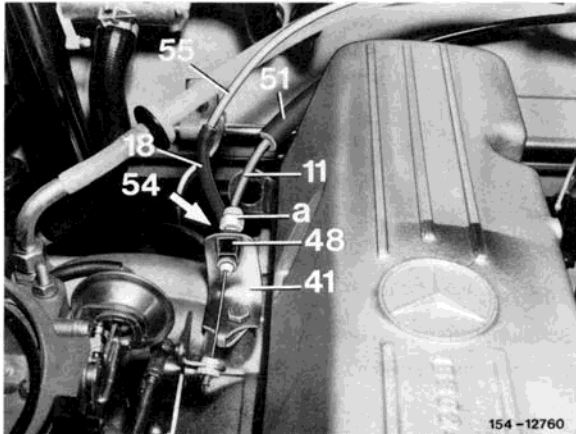

Bild 1
2 Halter (41) nach Bild 1 montieren.
3 Seilzug (11) vom Regelgerät (10) zur Regulierung mit den Teilen (49 bis 51) verlegen (Bild 1 und 2).
4 Seilzug (11) an der Regulierung montieren und mit Klammer (48) sichern (Bild 1).
5 Bei Fahrzeugen ohne Zentralverriegelung und Klimaanlage, Hohlschraube gegen die neue Hohlschraube (54) auswechseln. An die Unterdruckleitung (55) zwei 50 mm lange Verbindungsstücke (18) montieren. Anschließend Unterdruckleitung (55) nach Bild 1 und 2 verlegen.